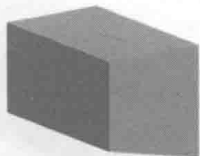
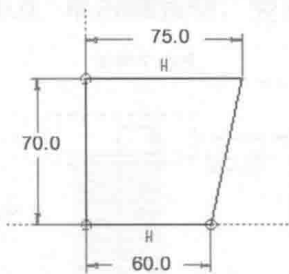

图 2.2 拉伸特征 1
图 2.3 截面草图
Step2. 创建图 2.2 所示的拉伸特征 1。
(1) 选择命令。单击 **模型** 功能选项卡 **形状** 区域中的“拉伸”按钮 。
(2) 绘制截面草图。在图形区右击，从系统弹出的快捷菜单中选择 **定义内部草绘...** 命令；选取 RIGHT 基准平面为草绘平面，选取 TOP 基准平面为参考平面，方向为 **左**；单击 **草绘** 按钮，绘制图 2.3 所示的截面草图。
(3) 定义拉伸属性。在操控板中选择拉伸类型为 ，输入深度值 115.0。
(4) 在操控板中单击“完成”按钮 ，完成拉伸特征 1 的创建。